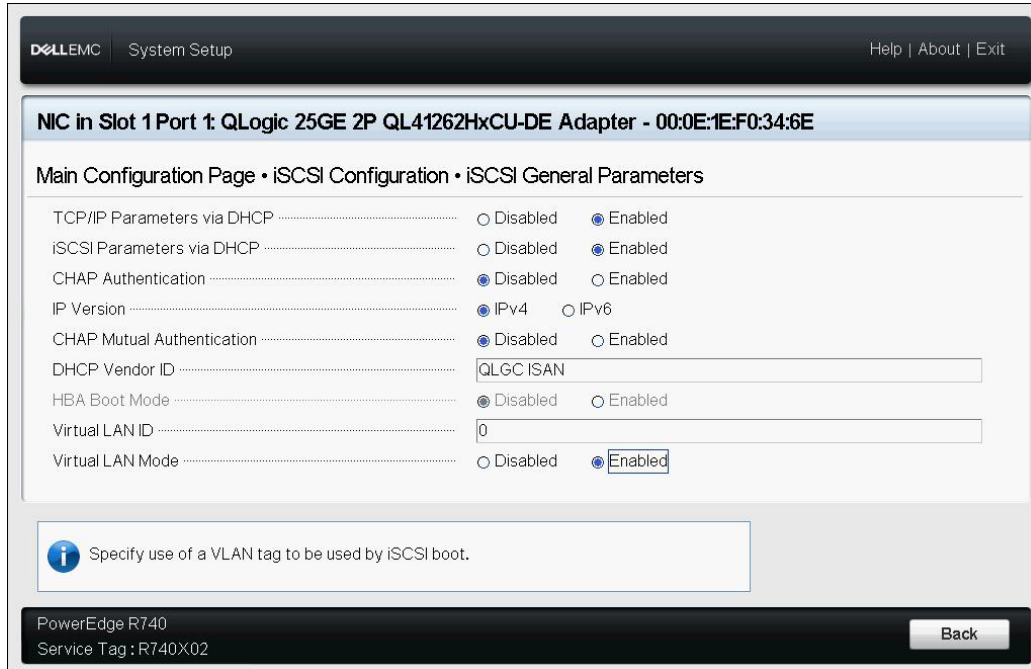

Figure 9-15. Configuration du système : paramètres généraux iSCSI
- Sur la page des Paramètres généraux iSCSI, définissez les options suivantes, comme indiqué à la Figure 9-15 :